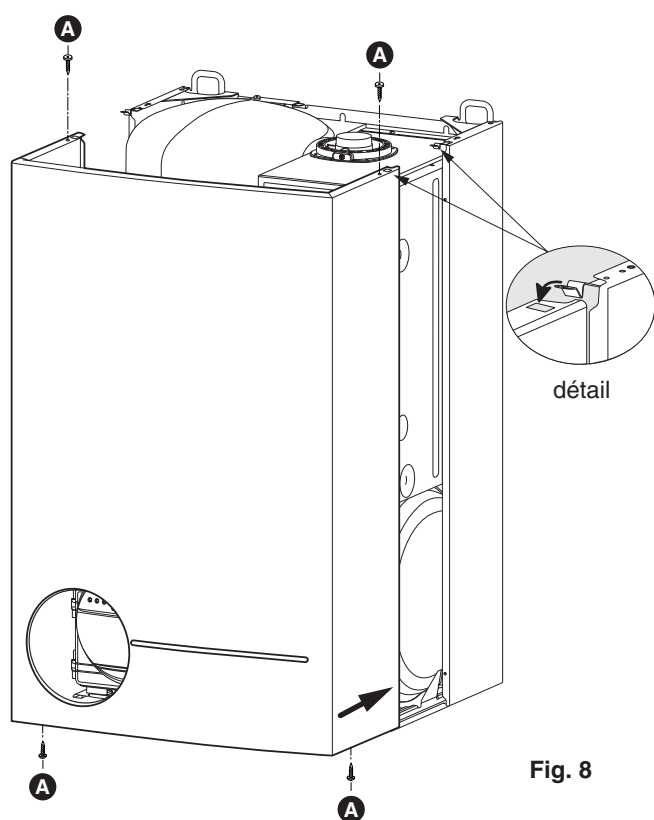

Fig. 8
- présenter l'habillage (fig. 8)